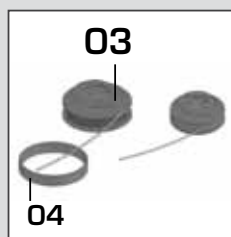

Fig. 13
Retire o carretel (3) e a abraçadeira de proteção (4) do carretel e enrole o fio de nylon. Em seguida, introduza o fio de nylon no furo da abraçadeira. Recoloque a abraçadeira no carretel e o carretel no porta carretel do aparelho. **[Fig. 13].**
No caso do fio de nylon romper-se dentro do carretel (3), retire a abraçadeira de proteção (4) do carretel e puxe o fio cerca de 8cm. Em seguida, introduza o fio de nylon no furo da abraçadeira. Recoloque a abraçadeira no carretel e o carretel no porta carretel do aparador. **[Fig.13]**.